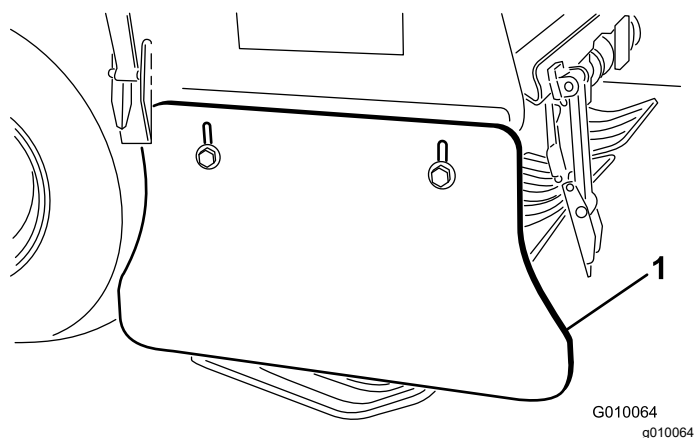

Рисунок 67
2. Ослабьте болты и зажимные гайки крепления боковых щитков к раме (Рисунок 67).